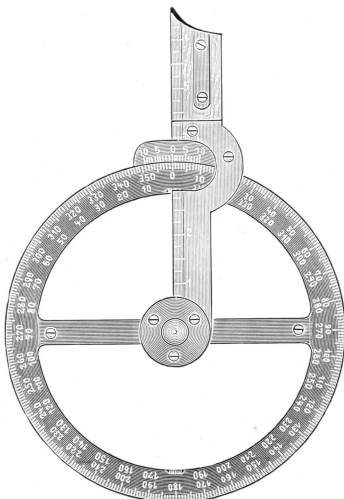

Fig 21.
**Special-Transporter** (Fig. 21.)
**Rapporteur spécial avec règle divisée** (Fig. 21.)